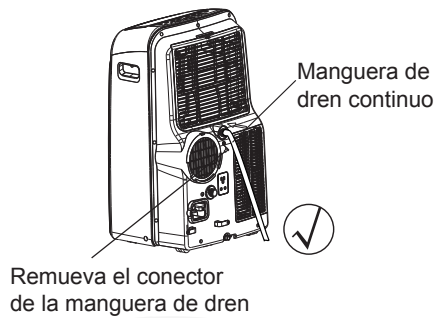
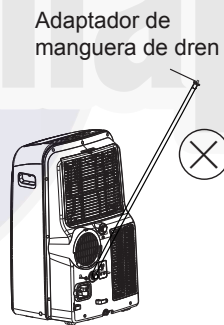

Fig. 20a
Fig. 21b
- Durante los modos de deshumidificación, quite el tapón de drenaje superior de la parte posterior de la unidad, instale el conector de drenaje (de 5/8") con 3/4" de manguera (adquirida localmente). Para los modelos sin conector de drenaje, simplemente conecte la manguera de desagüe en el orificio. Coloque el extremo abierto de la manguera directamente sobre el área de drenaje en su piso del sótano. Por favor, consulte la Fig. 20a.
NOTA: Asegúrese de que la manguera esté segura para que no haya fugas. Dirija la manguera hacia el desagüe, asegurándose de que no haya torceduras que detengan el agua fluyendo. Coloque el extremo de la manguera en el desagüe y asegúrese de que el extremo de la manguera esté abajo para dejar fluir el agua sin problemas. (Ver Fig. 20a, 20b, 21a). No la deje nunca hacia arriba. (Ver Fig. 21b).